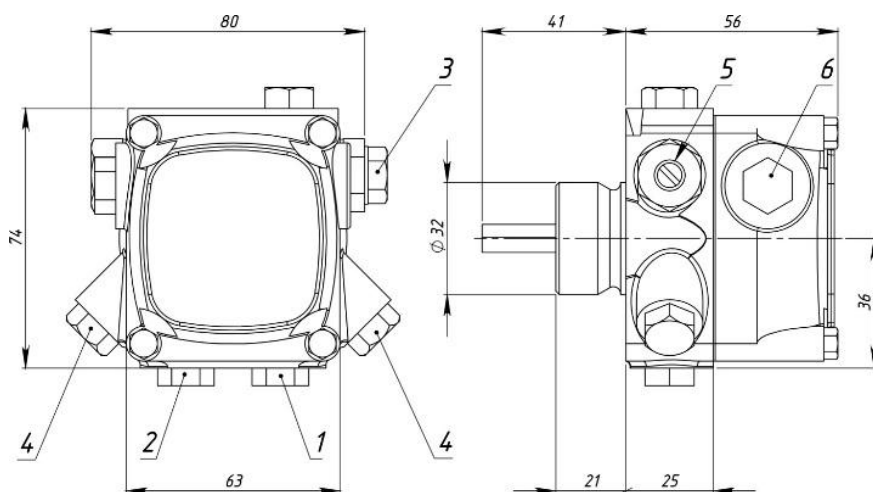

Рис. 2.
Топливный насос (Рис. 2) включает в себя корпус, в котором размещены ведущий вал с торцевым уплотнением, шестеренный нагнетательный узел.
Принцип работы топливного насоса заключается в следующем (Рис. 2): топливо через отверстие всасывания 1 и фильтр поступает к шестеренной паре, с помощью которой топливо через отверстие 3 попадает в подогреватель топлива Горелки. Блок топливный насос - электродвигатель с должны находиться непосредственно над топливным баком Рис.7. Регулировка давления нагнетания производится путем измерения степени сжатия пружины поршня с помощью винта регулятора давления 5.
- присоединить топливозаборник ( в составе: топливный шланг 2 м, обратный клапан, сетчатый фильтр, поплавков) к штуцеру всасывания топливного насоса (Рис.2 поз.1) и обжать хомутом. При опускании в топливный бак топливозаборник должен быть на 100-200 мм выше дна бака. Если топливозаборник слишком длинный отрежьте его. **Внимание удлинять шланг топливозаборника запрещено.**